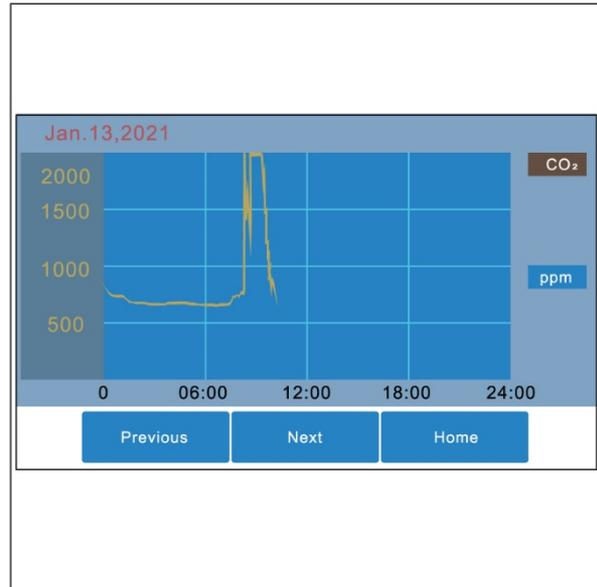

Figura 15
2. Viene aperta la panoramica CO2 (Figura 15).